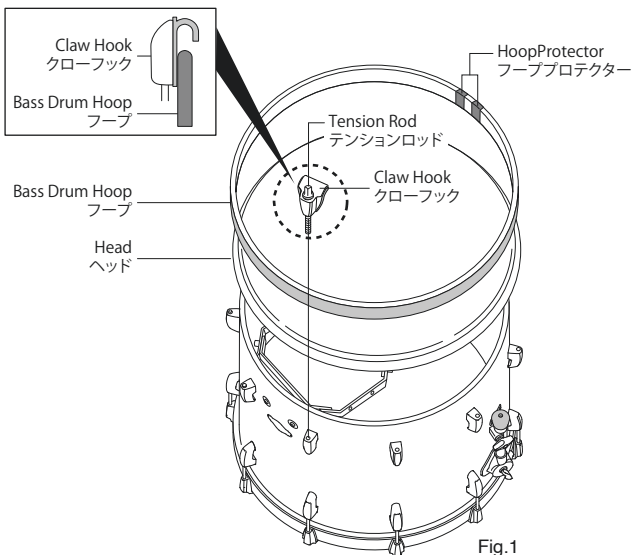

Fig.1
1. Loosen all tension rods on the side with the hoop protector and remove the claw hook, then remove the bass drum hoop and head (Fig.1).
フーププロテクターが付いている側の全てのテンションロッドをゆるめてクローフックごと取り外し、フープとヘッドを外します (Fig.1)。